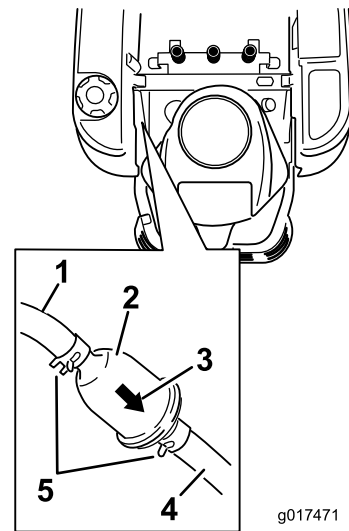

Figure 45
3. Trouvez le filtre à carburant sur le côté du moteur, comme illustré à la Figure 45.
4. Pincez les extrémités des colliers et faites-les glisser pour les éloigner du filtre (Figure 45).
6. Posez un filtre neuf en veillant à orienter la flèche indiquant le sens d'écoulement vers le moteur. Rapprochez les colliers de flexibles du filtre (Figure 45) pour le fixer en place.